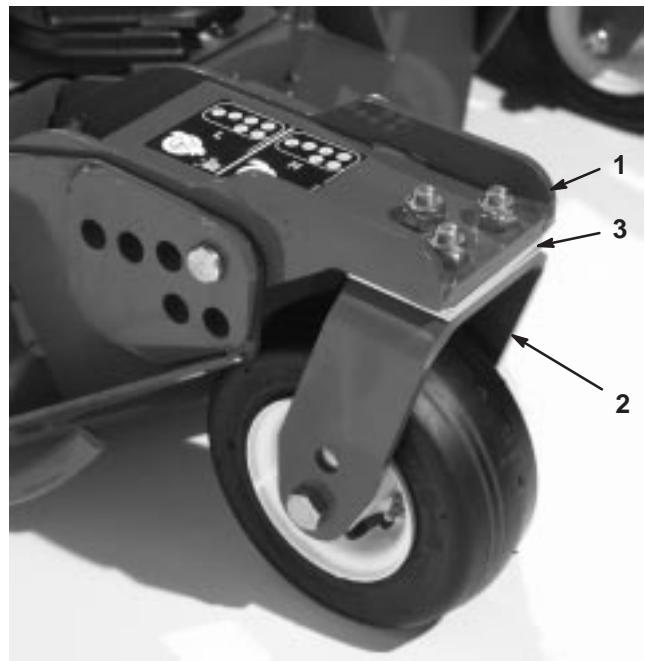

Figure 23
Tournez la lame sur chaque axe pour la diriger dans le sens longitudinal. Mesurez et notez la distance entre le sol et la pointe avant du tranchant. Ajoutez ou retirez des cales de 3 mm sur la ou les chapes des roues pivotantes avant pour que la hauteur de coupe corresponde à celle qui est indiquée sur l'autocollant (Fig. 23). Pour l'axe de la lame extérieure seulement, reportez-vous à la rubrique Réglage de l'inclinaison des lames, page 52.
3. Si le bord intérieur du plateau de coupe latéral est trop élevé par rapport au bord extérieur du plateau de coupe avant, retirez une cale de 3 mm au bas du bras pivotant intérieur avant du plateau latéral (Fig. 23). Mesurez de nouveau la distances entre les bords extérieurs des deux plateaux de coupe latéraux et la distance entre le bord intérieur du plateau de coupe latéral et le bord extérieur du plateau de coupe avant.